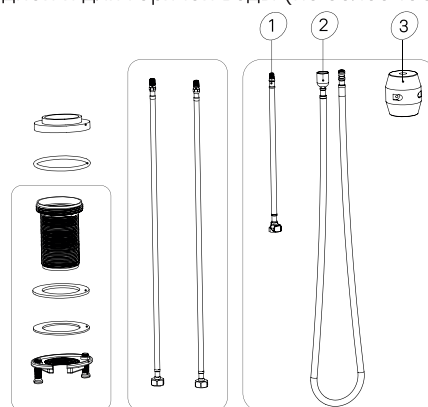

Рис. 1/1-сур.
3. Установите груз (рис.1, деталь №3) на шланг (рис.1, деталь №2). Соедините шланги (рис.1, детали №1 и №2) до характерного щелчка.